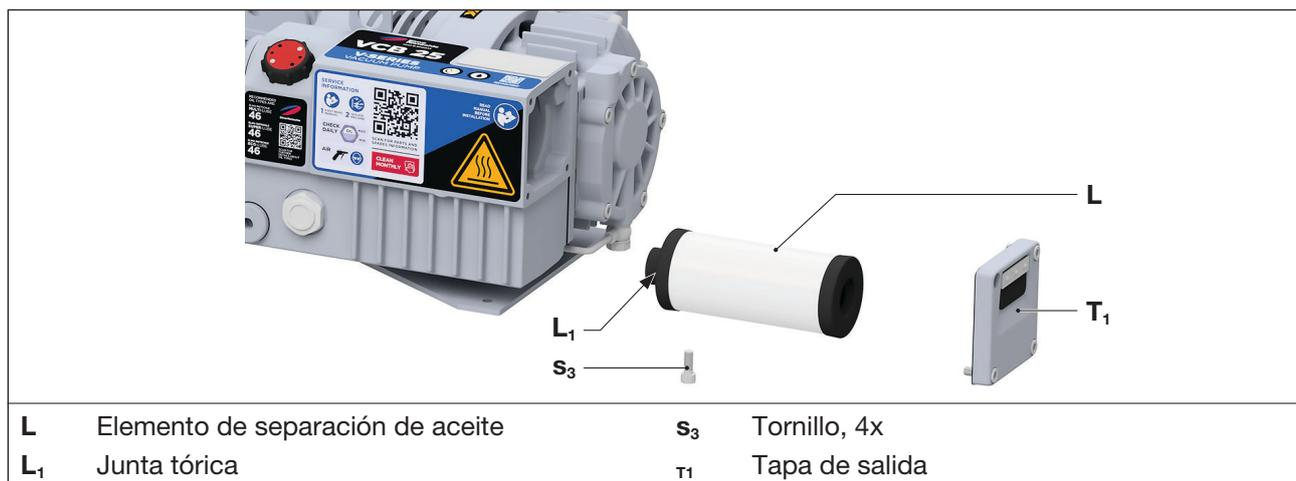

Fig. 7 Elemento de separación de aceite
- Afloje los tornillos (Fig. 7/S3) de la tapa de escape (Fig. 7/T1) y retire la tapa (Fig. 7/T1) con la junta.
- Lubrique ligeramente la junta tórica (Fig. 7/L1) del nuevo elemento separador de aceite (Fig. 7/L) e inserte el elemento separador de aceite en la carcasa del separador de aceite.
- Vuelva a colocar la tapa de escape (Fig. 7/T1) con la junta y fíjela con los cuatro tornillos (Fig. 7/S3). Par de apriete: 10 Nm